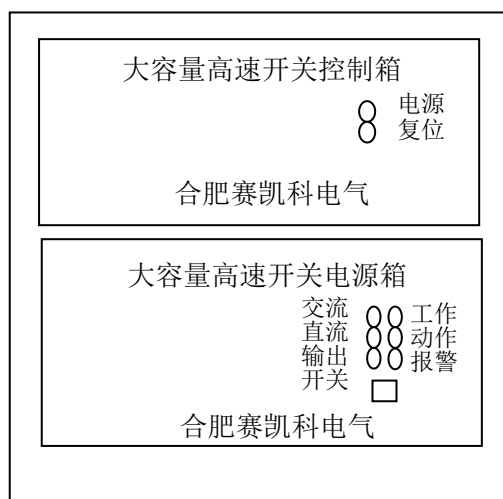

图 4 控制柜结构图
FSR 的控制柜包括控制箱和电源箱，其面板布置如图 4 所示：
2、控制箱与电源箱的面板布置如图 4 所示。
- 3、电源箱共有六个指示灯，从上到下左边的分别为交流、直流、输出，从上到下右边的分别为工作、动作、报警，其面板布置如图 4 所示。